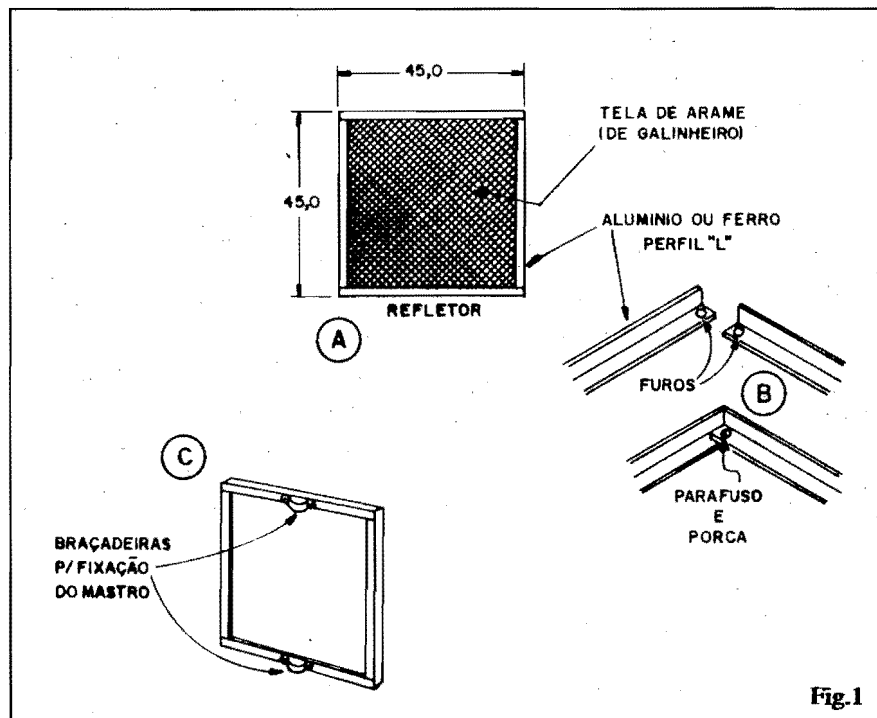

Fig.1
- **FIG. 1** A primeira parte da antena de UHF a ser confeccionada é o REFLETOR. Não passa de um quadro formado por barras metálicas (ferro, ou - preferivelmente - alumínio) com perfis em "L" (1 a 1,5cm. de lado), determinando uma medida final de 45 x 45cm. (fig. 1-A). No item B da figura é mostrado o método de fixação dos cantos do quadrado: basta furar as duas extremidades dos perfis "L" e juntá-los com parafuso e porca. O quadro/refletor deverá ser então "preenchido" com tela de arame (pode ser "quadradinha", de arame grosso, ou sextavada, de arame mais fino, exatamente do tipo usado para "fechar galinheiro"...). Por uma questão de resistência e durabilidade, convém que a tela seja de arame galvanizado, porém, se isso não for possível, não "esquente" (protegeremos a tela pintando-a, de pois da antena totalmente montada...). A fixação da tela ao quadro/refletor pode ser feita por qualquer método: parafuso pequenos a intervalos regulares ao longo das laterais, grampos, solda (se o quadro for de ferro...), etc. No centro de laterais opostas do quadro/refletor (fig. 1-C) deverão ser fixadas (também com parafusos, através de furos convenientemen-